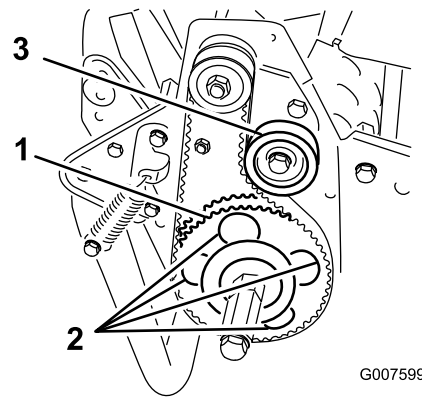

図 51
7. 受動プーリを回して、4つの穴をローラベアリングのフランジねじに整列させる 図 51。
11. ベルトの張りを調整し、アイドルプーリねじを締める 図 51。